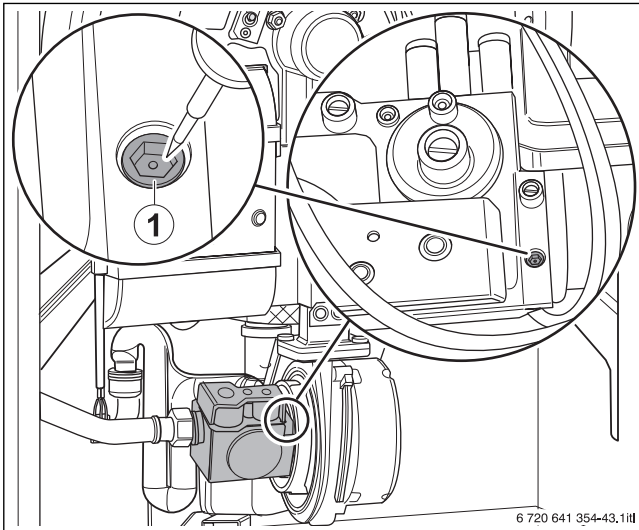

Bild 46 CO2-Einstellung bei Volllast vornehmen
- ▶ Bei CO2-Werten unter 8,5 % oder über 9,6 % die Einstellung an der Großlast-Einstellschraube korrigieren (→ Bild 46, [1], Tabelle 12).
- ▶ Bei CO2-Werten unter 9,8 % oder über 10,8 % die Einstellung an der Großlast-Einstellschraube korrigieren (→ Bild 46, [1], Tabelle 13).